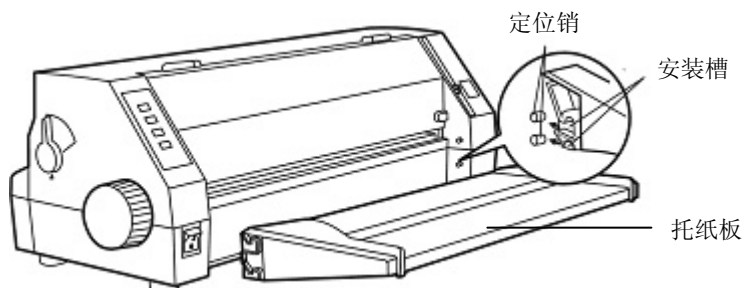

图 2-5 安装托纸板
1. 双手握住托纸板两侧，将托纸板两外侧的安装槽对准机壳内侧的定位销后，向前推进（如图 2-5 所示）。